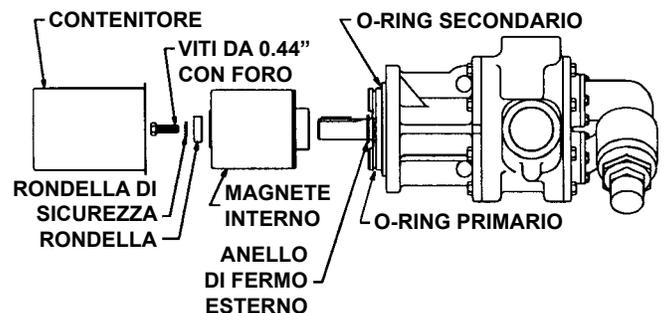

FIGURA 16
**SEGUIRE ESATTAMENTE LE SEGUENTI INDICAZIONI PER EVITARE LESIONI PERSONALI O DANNI ALL'UNITÀ DELLA POMPA. FARE ATTENZIONE A TENERE I MAGNETI INTERNO ED ESTERNO AD UNA DISTANZA DI ALMENO (1) PIEDE FINO AL PUNTO 3. NON INNESTARE I MAGNETI IN ALCUN ALTRO MODO.**
- Controllare che sui magneti non sia rimasto attaccato alcun oggetto metallico. Rimuovere qualsiasi materiale estraneo. Mettere l'anello di bloccaggio esterno e la chiave sull'albero della pompa. Installare rondella, rondella di sicurezza e bullone per fermare il magnete (**Vedere Figura 16**). Inserire una barra di ottone attraverso una connessione, tra due denti del rotore e stringere il bullone.